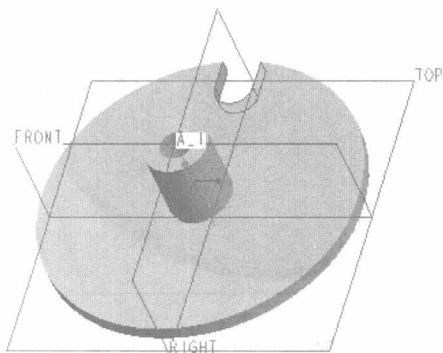

图 1-10 设置深度选项
(6) 从深度选项列表框中选择 (对称)，并设置侧 1 的深度值为 100。
(7) 在拉伸工具操控板中，单击 (完成) 按钮，得到的模型效果如图 1-10 所示。